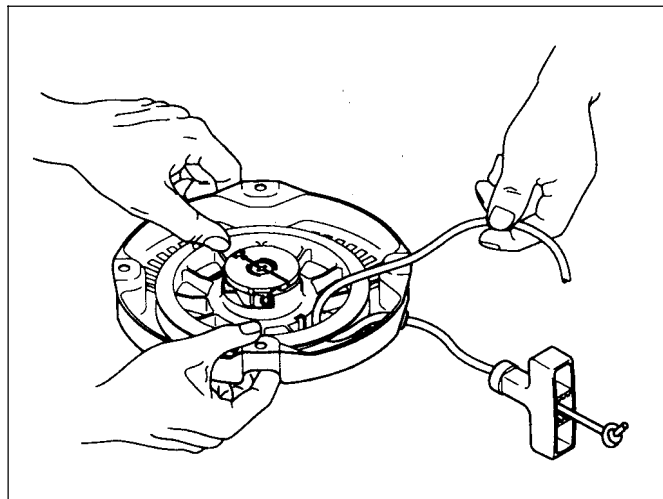

Рис. 10-1
(1) Освободить спиральную пружину, для этого:
- 3: застопорить катушку большими пальцами обеих рук, чтобы шнур не смотался на нее обратно (см. рис. 10-1)